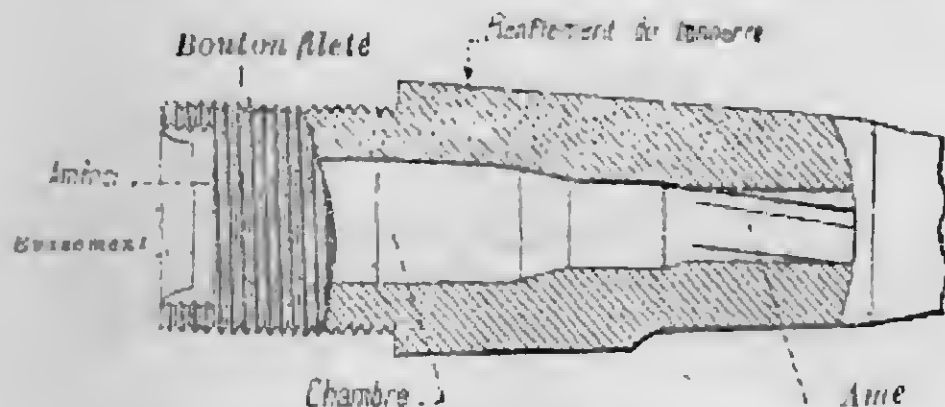

Fig. 1. — Canon (partie postérieure.)
2. Intérieur (fig. 1). L'âme, du calibre de 8 millimètres (1),
3. Extérieur (fig. 1 et 2) : la tranche de la bouche; le petit et le grand tenons d'épée-baïonnette et l'embase du guidon, tous les trois venus de forge avec le canon; le guidon, soudé